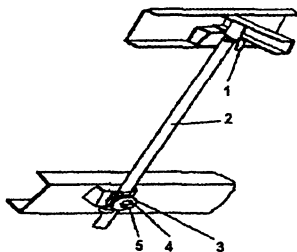

Рис. 16 – Стойка предохранительная
4.4.3. Стойка предохранительная (рис. 16) предназначена для удержания порожней платформы в поднятом положении при проведении работ по техническому обслуживанию (осмотр узлов без снятия и ремонта).